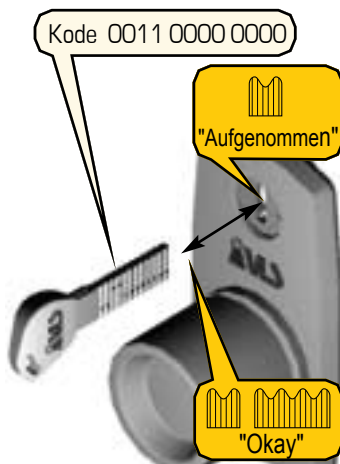

Abbildung 32 - Programmieren der Selbstsperrung des Schlosses für 2 Min
2. Wählen Sie den Code 0011 0000 0000 (Abb. 32) auf dem Schlüssel zum Programmieren der Zeit für Selbstsperrung des Schlosses für zwei Minuten.